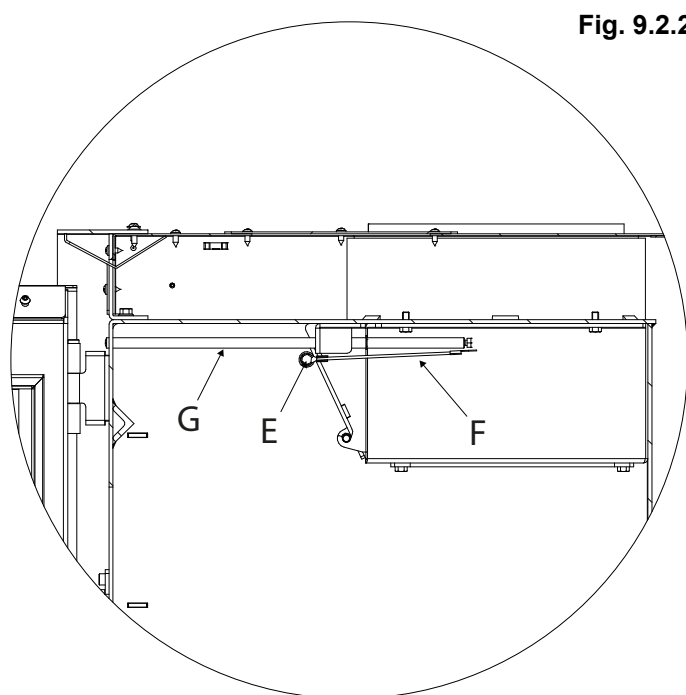

Fig. 9.2.2
- Svitare la vite E in modo da liberare il cavetto in acciaio F e rimuoverlo assieme all'asta regolazione farfalla G (Fig. 9.2.2)